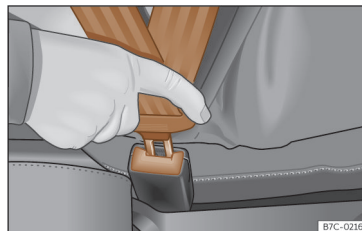

Fig. 37 Insérer la languette de la ceinture de sécurité dans son boîtier de verrouillage.
- Le pêne doit être inséré dans le boîtier de verrouillage du siège lui correspondant >>> **fig. 37**.